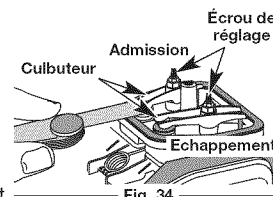

Fig. 34
7. Glissez la jauge d'épaisseur entre le culbuteur et le ressort de rappel de la soupape. Mesurez le jeu entre la tige de soupape et le culbuteur (Fig. 34). Faites-le pour les soupapes d'admission et d'échappement.
L'écart de jeu recommandé pour l'admission et l'échappement est de 0,076 – 0,152 mm (0,003 – 0,006 po). Servez-vous d'une jauge d'épaisseur d'automobile standard de 0,127 mm (0,005 po). La jauge d'épaisseur devrait pouvoir glisser entre le culbuteur et la tige de soupape en rencontrant une faible résistance mais sans coller (Fig. 34 et 35).